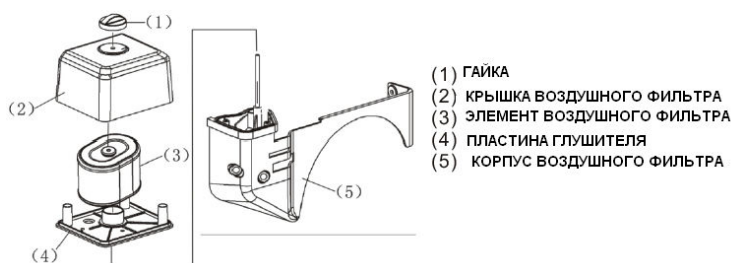

Рис. 12
- Воздушный фильтр используется для удаления пыли из воздуха. Если воздух содержит большое количество пыли, необходимо регулярно заменять воздушный фильтр. Если мощность двигателя снизится, в первую очередь необходимо выполнить очистку фильтра (см. рисунок 12).